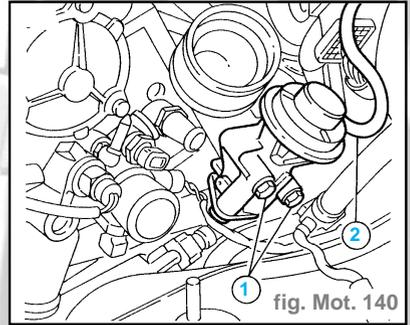

fig. Mot. 140
- Dévisser les vis (1), déposer le tuyau (2), séparer la soupape EGR du tuyau correspondant, ensuite l'enlever (fig. Mot. 140).